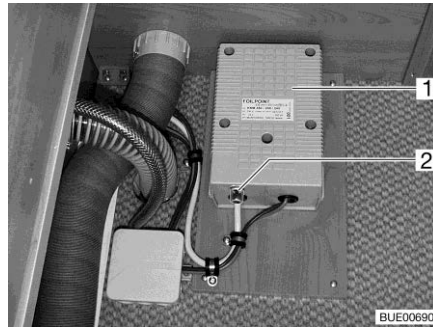

Bild 223 Transformator för elektrisk golvvärme
Om transformatorn (Bild 223, 1) överbelastas aktiveras överbelastnings-skyddet. Stiftet (Bild 223,2) skjuts ut.
- Tryck in stiftet (Bild 223,2) på överbelastningsskyddet igen när transformatorn har svalnat.